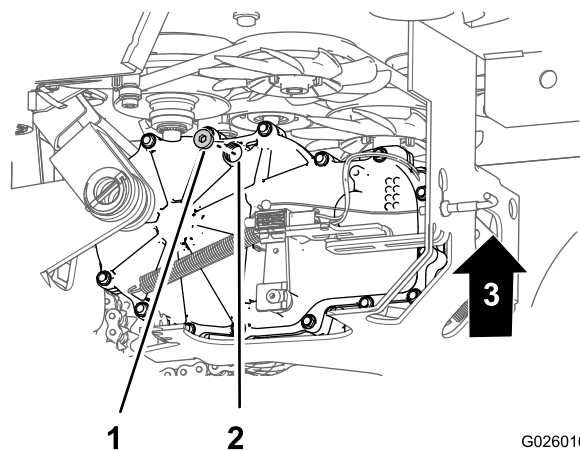
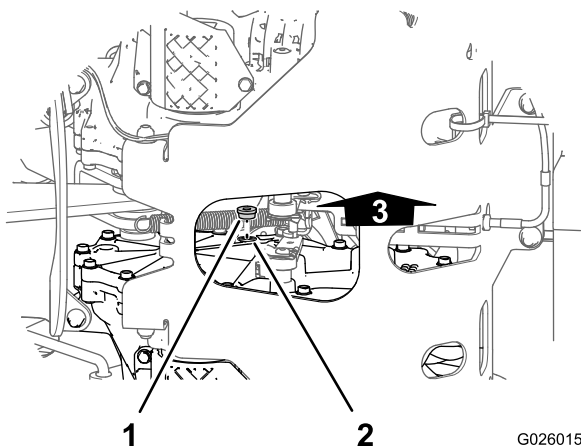

Figure 65
Figure 64
2. Placez un bac de vidange sous les bouchons de contrôle des transmissions (Figure 64 et Figure 65).
3. Sur le côté intérieur de la transmission, près du sommet, enlevez le bouchon de contrôle de l'une des transmissions (Figure 64 et Figure 65).